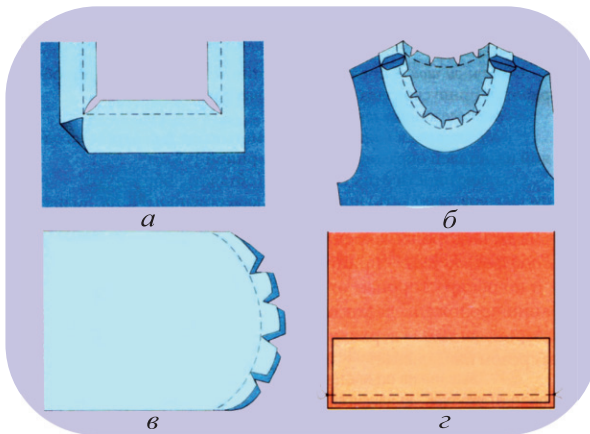

Рис. 10. Рассечение припусков шва:
2. Рассечь близко к строчке припуск шва на внутренних углах (рис. 10, а).
3. Рассечь несколько раз с одинаковыми интервалами близко к строчке припуск шва по вогнутому внутреннему контуру (рис. 10, б).
4. Выполнить ножницами насечки треугольной формы по внешнему контуру (рис. 10, в).
Для притачивания необходима точная, ровная строчка строго по намеченной линии шва. В начале и в конце строчки выполнить машинные закрепки (3–4 стежка в обратном направлении) или завязать узелки (рис. 10, г).